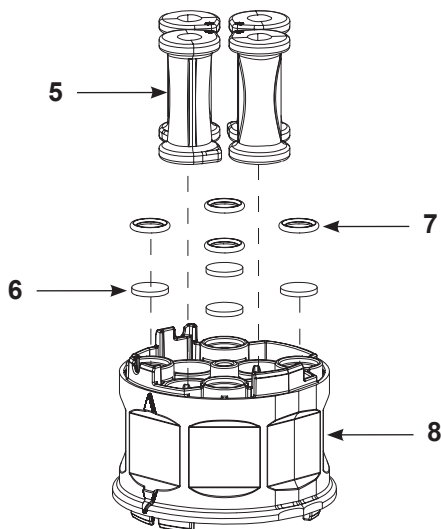

Figura 22 Montare l'alloggiamento delle valvole a manicotto
2. Vedi Figura 22. Montare le valvole a manicotto (5), i dischi del filtro (6) e gli o-ring (7) nell'alloggiamento delle valvole a manicotto (8). Per la procedura di montaggio consultare *Sostituzione delle valvole a manicotto* a pagina 24.